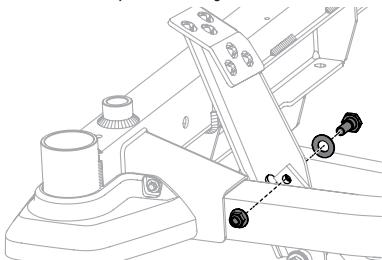

Figure 30
2. Retirez le boulon, la rondelle et l'écrou hexagonal placés près du centre de la pédale. Voir Figure 30.
4. Réinstallez la quincaillerie retirée à l'étape 2 et serrez l'écrou à un couple de 38 à 47 N m (de 28 à 35 pi-lb). Voir Figure 30.